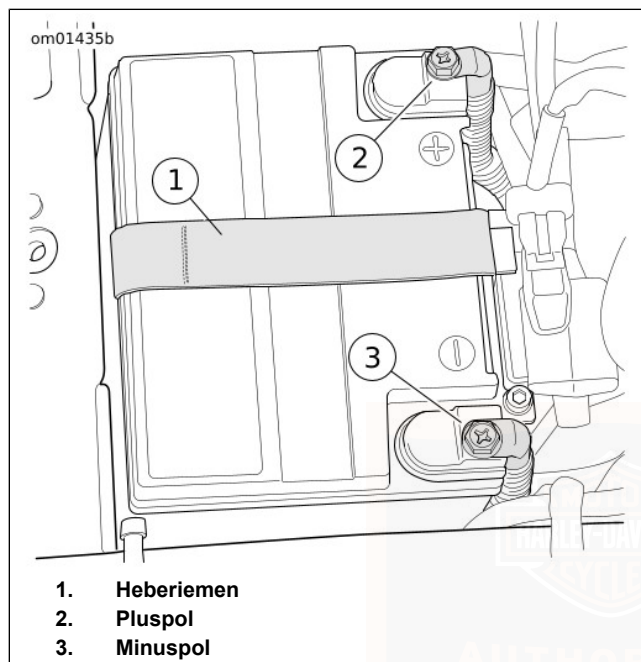

Abbildung 137. Batteriefach
10. Siehe Abbildung 137. Beide Batteriepolsschrauben (2, 3) lösen, den Minuspol der Batterie zuerst.
11. Den Batterieheberriemen (1) nach oben ziehen, um die Batterie anzuheben. Wenn die Batterie weit genug angehoben wurde, um sie gut fassen zu können, Batterie greifen und komplett ausbauen.
3. Siehe Abbildung 137. Die Batterie mit der Kontaktseite nach vorne in die Batteriegrundplatte einsetzen.